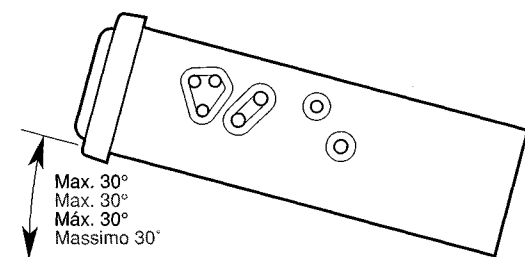

Figure 2 / Figure 2 / Figura 2 / Figura 2
2. Install the unit within 30° of the horizontal plane (Figure 2).
2. Installer l'appareil avec un angle inférieur à 30° par rapport à l'horizontal (Figure 2).